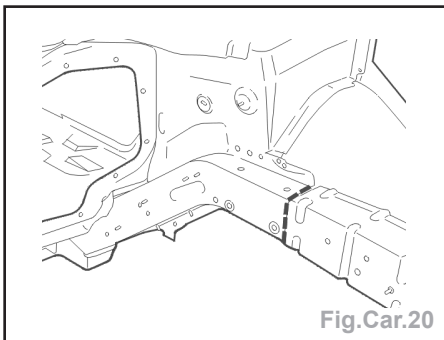

Fig.Car.20
- Poser le brancard coupe AV (Fig.Car.20).